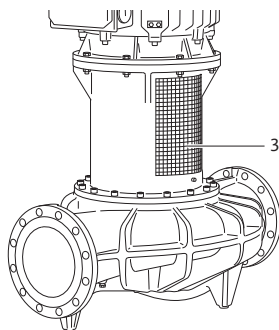

Fig. 48: Nameščena pločevina za zaščito spojke
- Črpalka lahko deluje samo z nameščeno pločevino za zaščito spojke (Fig. 48, pol. 3).